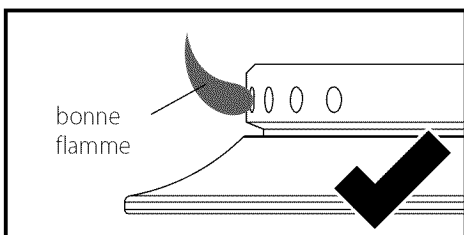

figure 5
- Remettre le venturi dans sa position initiale jusqu'à ce que l'extrémité jeune disparaisse (voir le figure 5) - il s'agit du réglage approprié du venturi. Serrer la vis de retenue.